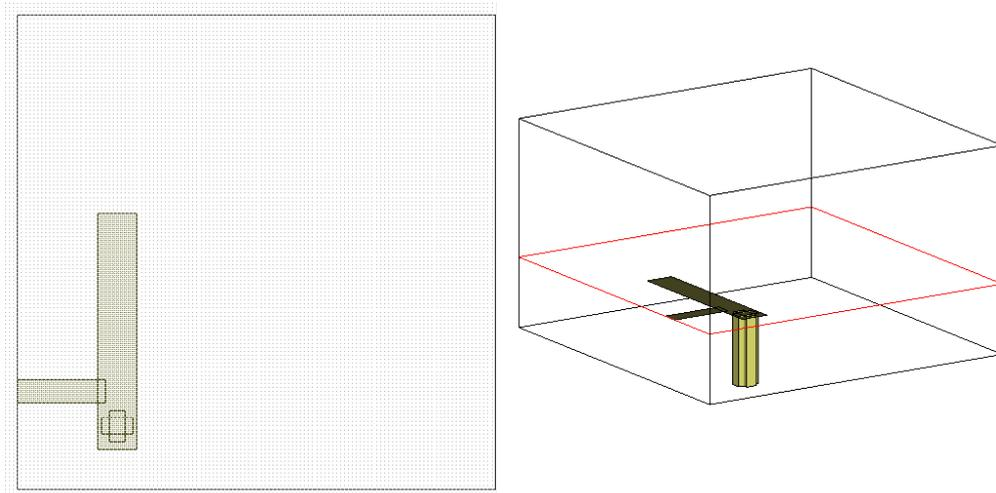

Рисунок 2.12 – Техмерный и двумерный вид части фильтра
2. Выберите **Window>Tile Vertical**. (Рисунок 2.12).